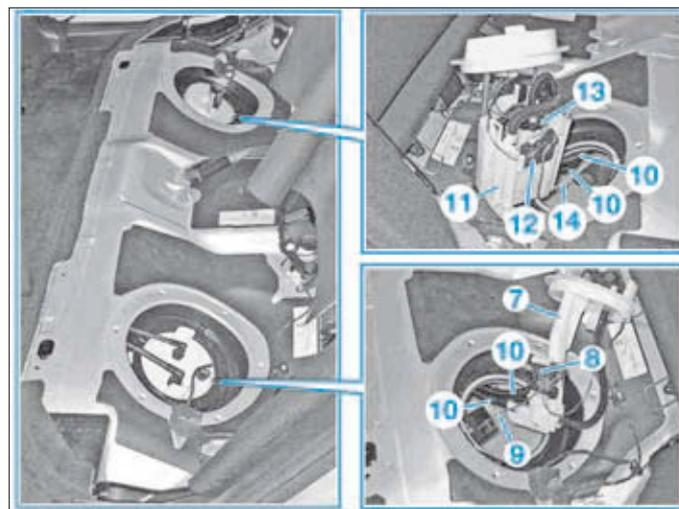

FIG. 29
- Sortir l'unité de transfert (7) avec le capteur de niveau de carburant (8) (Fig.29).